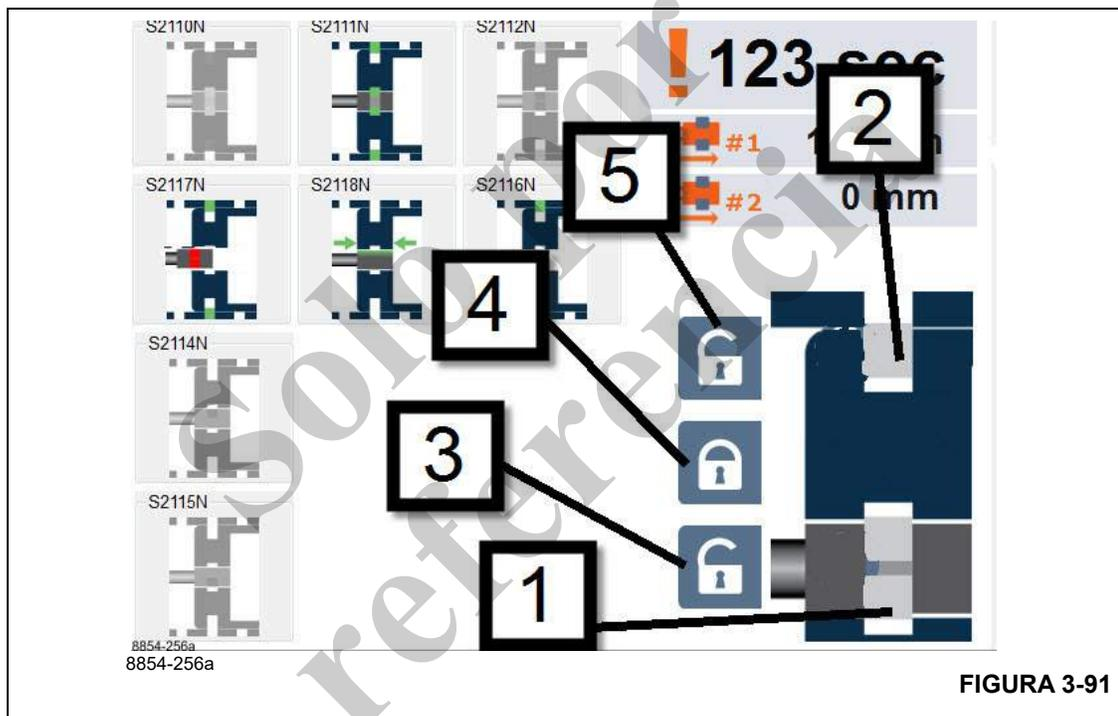

FIGURA 3-91
En la (Figura 3-91) se encuentra una explicación más detallada de la vista del programa de emergencia de telescopización. El artículo 1 es la representación gráfica de los pasadores del cilindro telescópico que se conectan a la sección de pluma telescópica. Cuando estos pasadores de cilindro se consideran retraídos, un símbolo desbloqueado se mostrará en esta ubicación.
cerca de la representación gráfica del cilindro telescópico); consulte el artículo 1 en la (Figura 3-91).
La sección de pluma telescópica está desbloqueada (el símbolo de desbloqueo se muestra cerca de la representación gráfica de los pasadores de sección); consulte el artículo 2 en la (Figura 3-91).
Durante el movimiento de telescopización no debe seleccionar el bloqueo. Mientras el cilindro telescópico se esté moviendo, no se debe seleccionar y pulsar el símbolo (4), (Figura 3-91), bajo ninguna circunstancia.
- Ahora seleccione y confirme el símbolo (1), (Figura 3-91).
- Seleccione y confirme el símbolo (3), (Figura 3-91).
bolo de bloqueo cerca de la representación gráfica del cilindro telescópico; consulte el artículo 1 en la (Figura 3-91)).
La sección de pluma telescópica está desbloqueada (el símbolo de desbloqueo no se muestra cerca de la representación gráfica de los pasadores de sección); consulte el artículo 2 en la (Figura 3-91).
- Seleccione y confirme el símbolo que se muestra como artículo 4 en la (Figura 3-91).